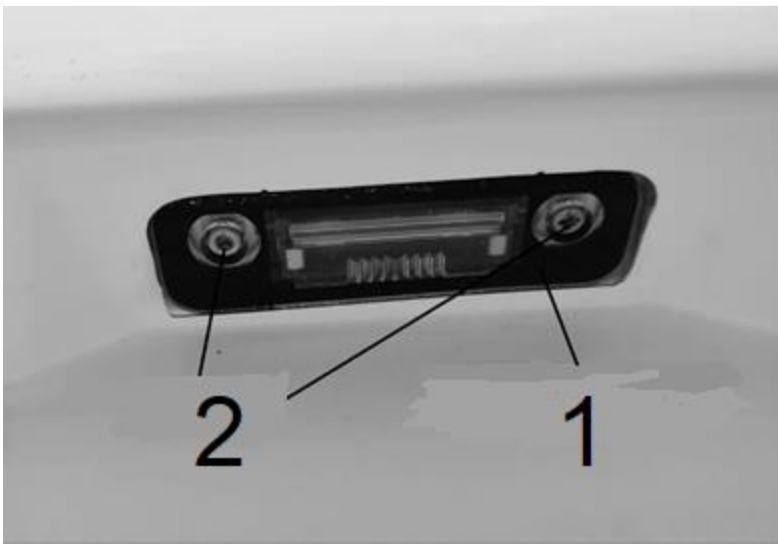

Рис. 6.13 - Підсвітка номерного знака
- відкрутити два саморізи (рис. 6.13);